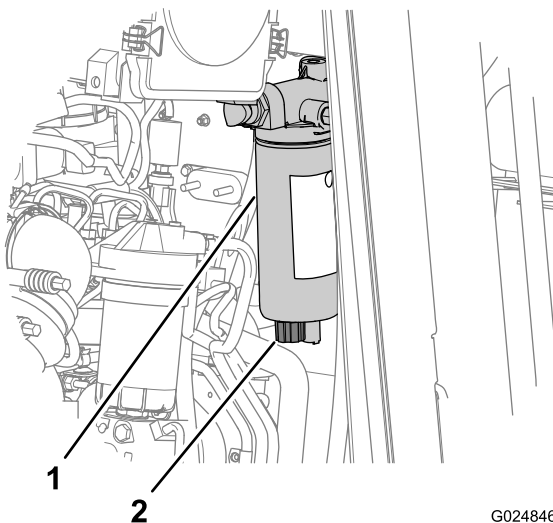

Figura 20
2. Coloque un recipiente de vaciado debajo de la válvula de drenaje del separador de combustible/agua (Figura 20).